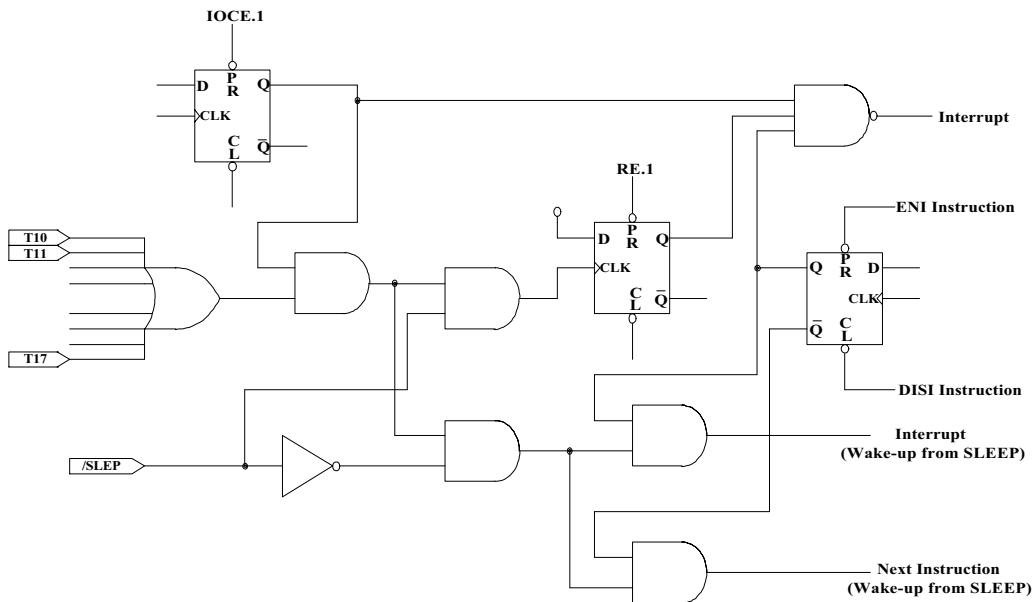

图9 输入变换中断 / 唤醒的端口 6 的 I/O 框图
- 执行 ENI 指令使全局中断有效, DISI 指令全局中断禁止。参考图 9